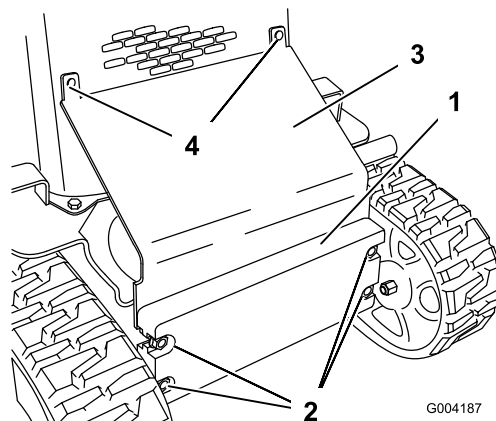

Bild 25
2. Lockern Sie die Schrauben, die den vorderen Ballast befestigen (Bild 25).
3. Entfernen Sie die Schlossschrauben und Muttern, mit denen das Wärmeschutzblech befestigt ist (Bild 25).
10. Schieben Sie das Wärmeschutzblech zwischen den Rahmen und den vorderen Ballast und befestigen Sie es am Gitter des vorderen Gitters mit den vorher abgenommenen Schlossschrauben und Muttern (Bild 25).